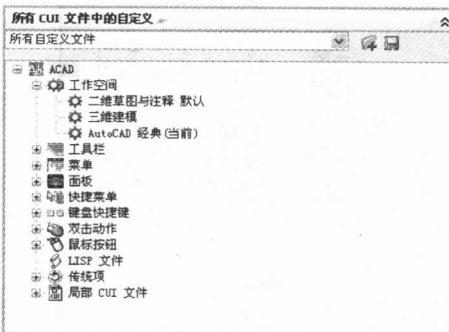

图 1-13 “所有 CUI 文件中的自定义”窗口
2) “所有 CUI 文件中的自定义”窗口用于浏览加载的自定义文件中的不同用户界面元素，如图 1-13 所示。在此窗口中，用户可以创建和修改用户界面元素（例如工作空间、工具栏和菜单）。沿着窗口的顶部用户会发现一些工具，这些工具可以将部分自定义文件加载到主自定义文件中、保存对加载的自定义文件的更改、控制用户如何查看已加载的自定义文件以及控制用户界面元素在树状图中的显示。